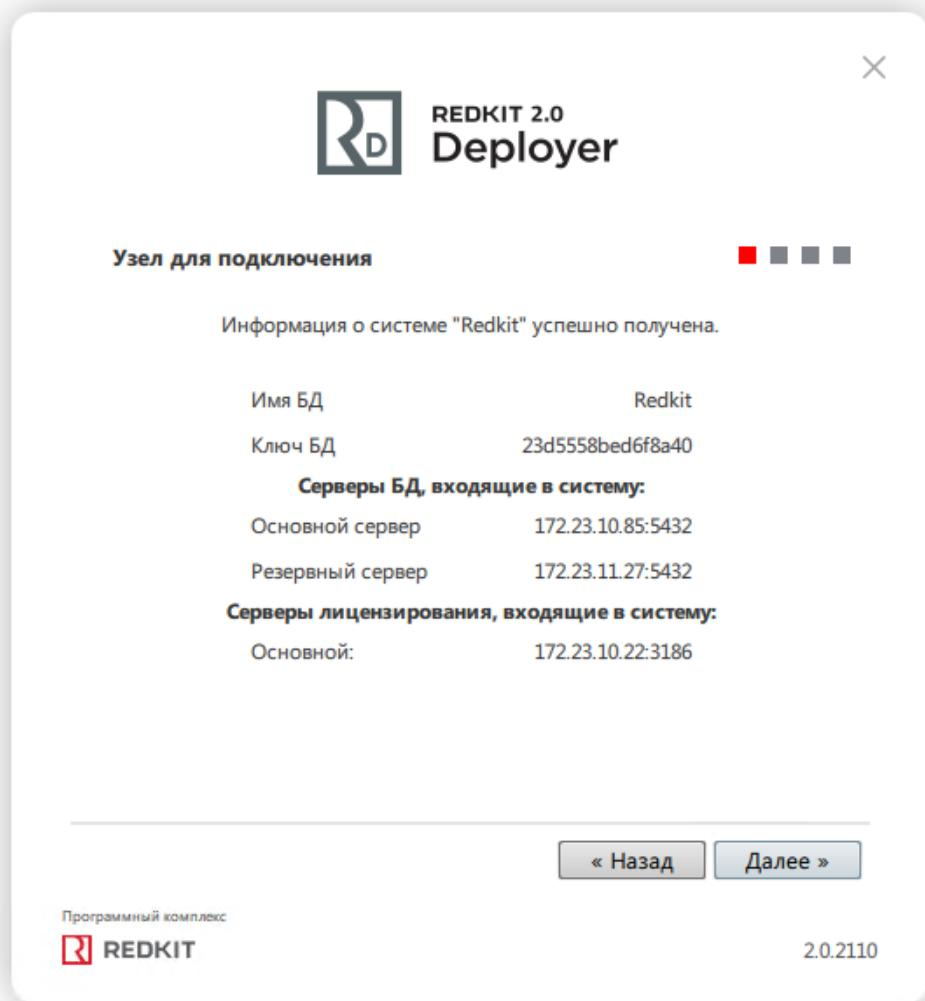

Рисунок 36 - Информация
7. Ознакомьтесь с информацией об успешном получении системы Redkit и нажмите "Далее" (Рисунок 36).